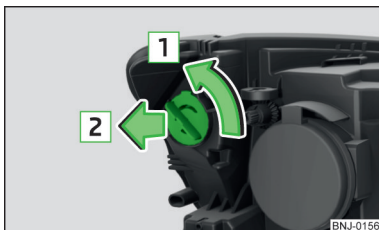

Рис. 211
- Поверніть цоколь з лампою розжарювання у напрямку стрілки **1** » **Рис. 211.**